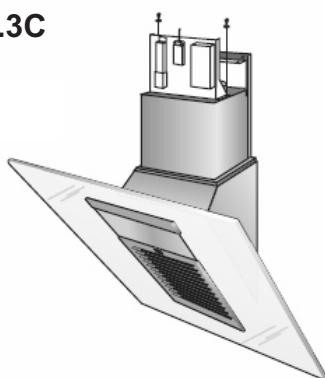

Рис.4
- 3. Крепление на стене.** Наметьте на стене горизонтальную линию по отношению к варочной поверхности. Наметьте на стене 2 первых отверстия для шурупов согласно размерам, указанным на рис.4. просверлите отверстия и вставьте туда штыри, прилагаемые в комплекте. Как уже ранее указывалось на странице «Предупреждения», минимальное расстояние от нижнего края вентиляционного колпака до варочной поверхности должно быть 350 мм. Закрепите металлический кронштейн (А) на стене, используя 2 отверстия для шурупов в стене, проделанные ранее – рис.5 – (шурупы для фиксации кронштейна прилагаются в комплекте).